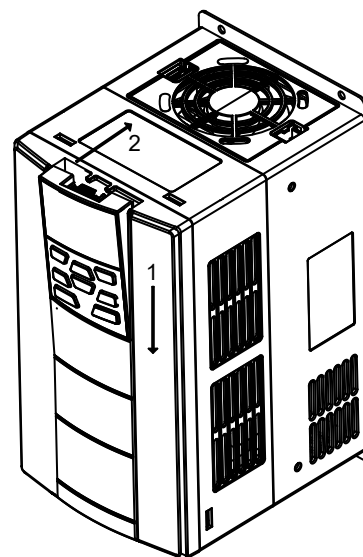

Рисунок 2.5 — Установка панели управления
2.2.10.2 Установка панели управления производится в следующей последовательности (см. рисунок 2.5):